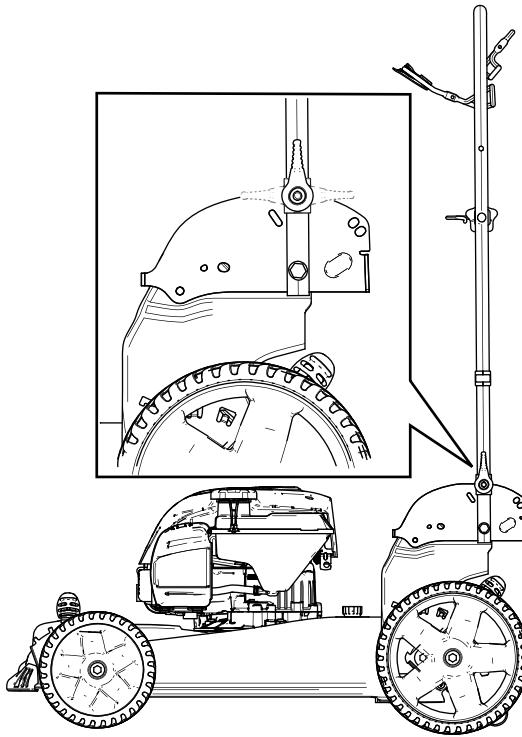

Figure 18
- Rabattez le guidon vers l'avant soit à la verticale soit complètement abaissé, comme montré à la Figure 18.